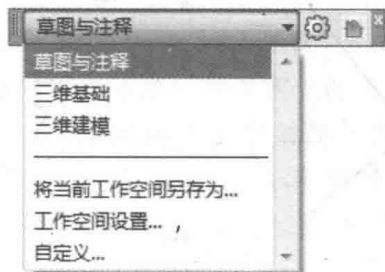

图 1-7 通过工具栏切换工作空间
- 工具栏:在【工作空间】工具栏的【工作空间控制】下拉列表框中进行选择,如图 1-7 所示。